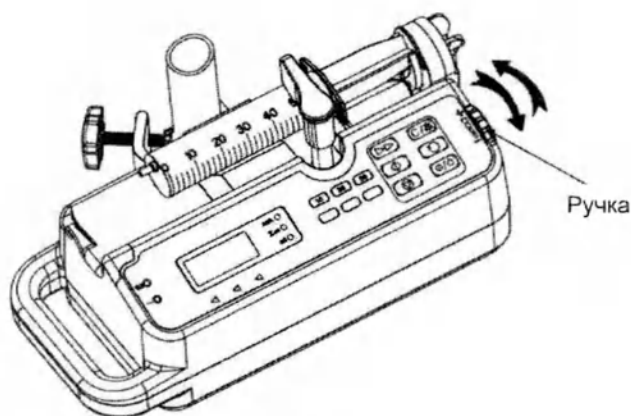

Рис. 6-2
2. С помощью поворотного регулятора установите нужное значение, как показано на рис. 6-2, затем нажмите кнопку  для сохранения новой настройки.